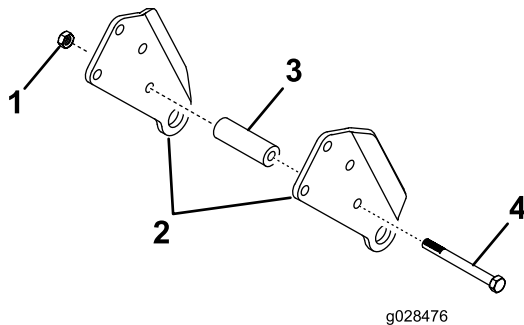

Figure 1
1. Montez sans serrer chaque jeu de supports de pivot arrière avec un tube de pivot, un boulon (3/8 x 3-3/4 po) et un contre-écrou (3/8 po) en utilisant les trous indiqués sur la Figure 1.